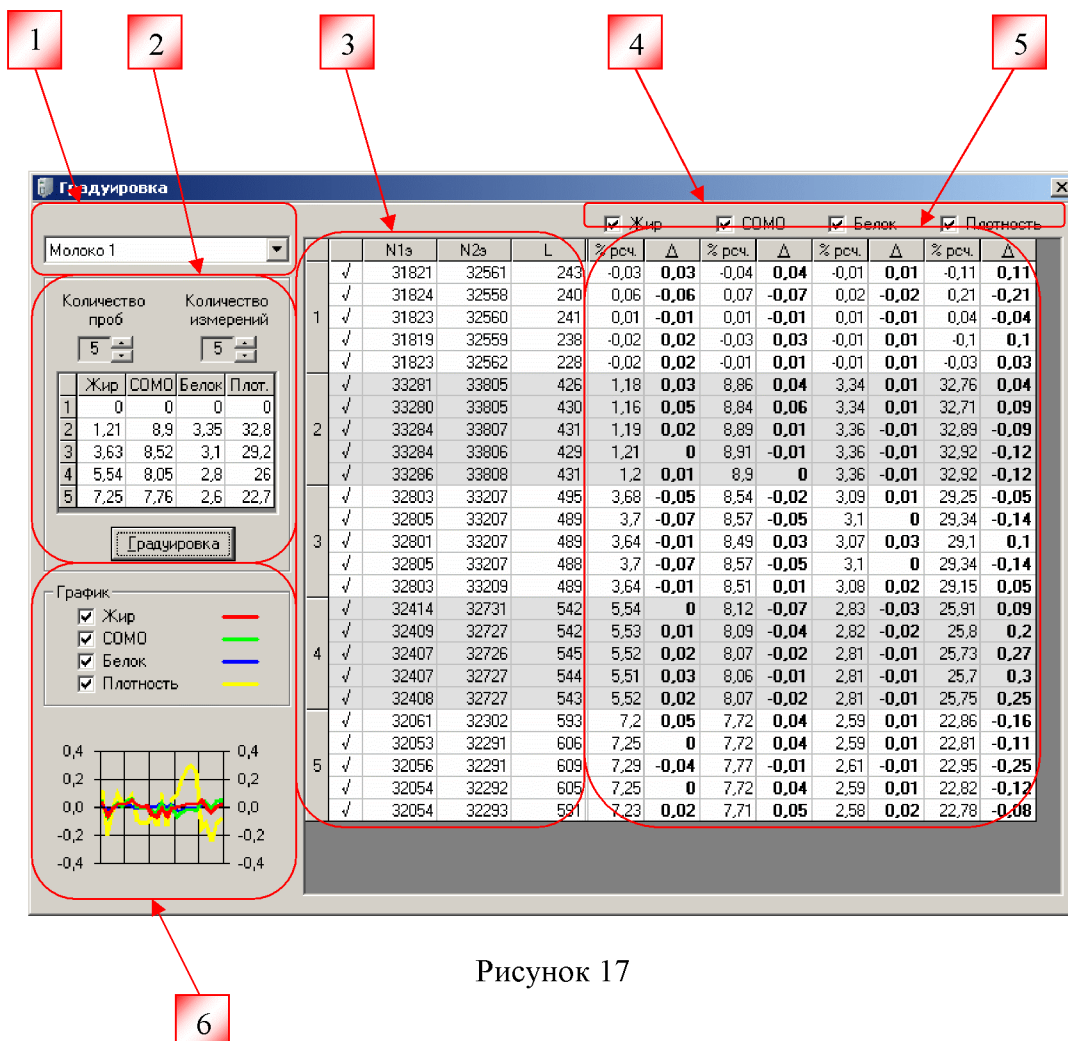

Рисунок 17
- 6 В выпадающем списке (1) (рисунок 17) осуществляется выбор продукта (4 вида). В примере выбрано «Молоко 1».
- В окне (2) (рисунок 17) с помощью стрелок выберите необходимое количество проб и измерений. Для данного примера количество проб – 5, количество измерений – 5. Далее внесите в таблицу данные химического анализа.
- В окне (3) (рисунок 17) находятся данные, полученные в результате измерений, для дальнейшей обработки программой расчета градуировочных коэффициентов. Для исключения из расчетов выбросов уберите галочки перед измерениями с большим отклонением от общей массы измерений пробы. Галочки (4) над таблицей (рисунок 17) задают для каких показателей будет производиться расчет градуировочных коэффициентов.
- 7 Нажмите кнопку «Градуировка». Программа на основе введенных данных рассчитает градуировочные коэффициенты и одновременно выведет в таблице рассчитанные значения показателей для каждого измерения (5) (рисунок 17) и отклонения от фактической величины, указанной в окне (2) (рисунок 17). Для визуализации в окне (6) (рисунок 17) выводится график отклонений. Для удобства рассмотрения графика ненужные кривые можно погасить, убрав галочку с соответствующего показателя.